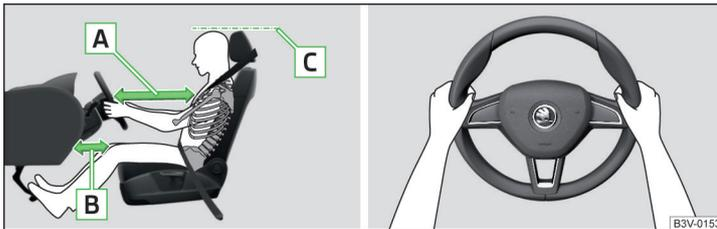

Abb. 2 Richtige Sitzposition des Fahrers / Richtige Lenkradhaltung
- ✓ Bei Fahrzeugen mit Fahrer-Knieairbag den Fahrersitz in Längsrichtung so einstellen, dass der Abstand der Beine zur Schalttafel im Bereich des Knieairbags mindestens 10 cm beträgt » Abb. 2 - [B].
- ✓ Das Lenkrad so einstellen, dass der Abstand zwischen Lenkrad und Brustbein mindestens 25 cm beträgt » Abb. 2 - [A].
- ✓ Die Kopfstütze so einstellen, dass die Oberkante der Kopfstütze sich möglichst auf einer Höhe mit dem oberen Teil Ihres Kopfes befindet (gilt nicht für Sitze mit integrierter Kopfstütze) » Abb. 2 - [C].
- Während der Fahrt das Lenkrad mit beiden Händen seitlich am äußeren Rand in der „9-Uhr“- und „3-Uhr“-Position festhalten » Abb. 2. Niemals das Lenkrad in der „12-Uhr“-Position oder in einer anderen Art und Weise festhalten (z. B. in der Lenkradmitte, am inneren Lenkradrand u. Ä.). Andernfalls könnte man sich bei der Airbagauslösung schwere Verletzungen an Armen, Händen und Kopf zuziehen.
- ✓ Die Kopfstütze so einstellen, dass die Oberkante der Kopfstütze sich möglichst auf einer Höhe mit dem oberen Teil Ihres Kopfes befindet » Abb. 2 auf Seite 13 - **C** (gilt nicht für Sitze mit integrierter Kopfstütze).
- ✓ Die Kopfstütze so einstellen, dass die Oberkante der Kopfstütze sich möglichst auf einer Höhe mit dem oberen Teil des Kopfes befindet » Abb. 2 auf Seite 13 - **C**.